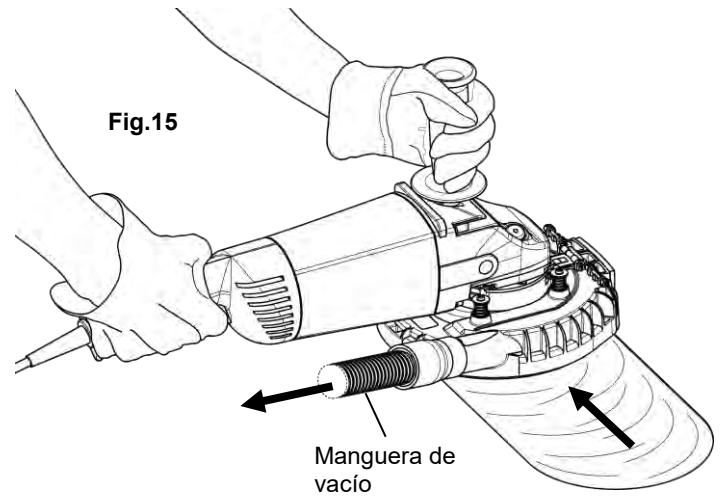

Fig.15
4. Coloque el [a] cuerpo principal sobre el material y mueva lentamente sobre la superficie que se va a amolar. (Fig.15)